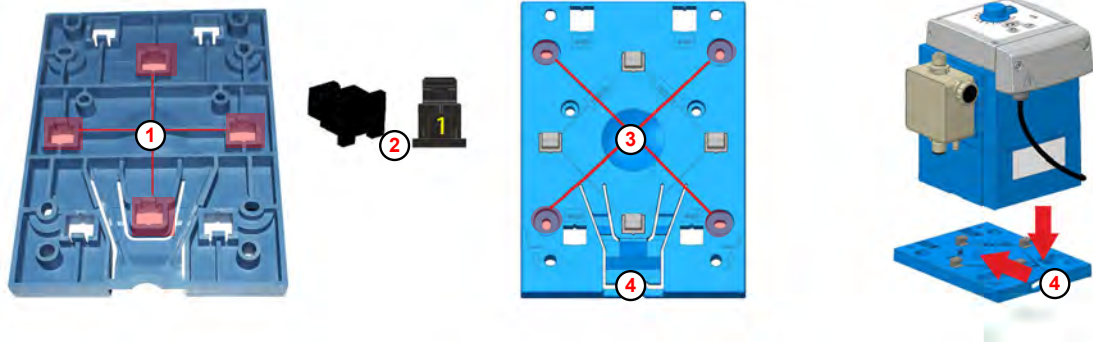

Abb. 14: Vorbereitungen zur Tischmontage
Auf der Unterseite der Montageplatte sind die Öffnungen für die Tischmontage (Abb. 14 , ①) mit der Ziffer 1 gekennzeichnet.